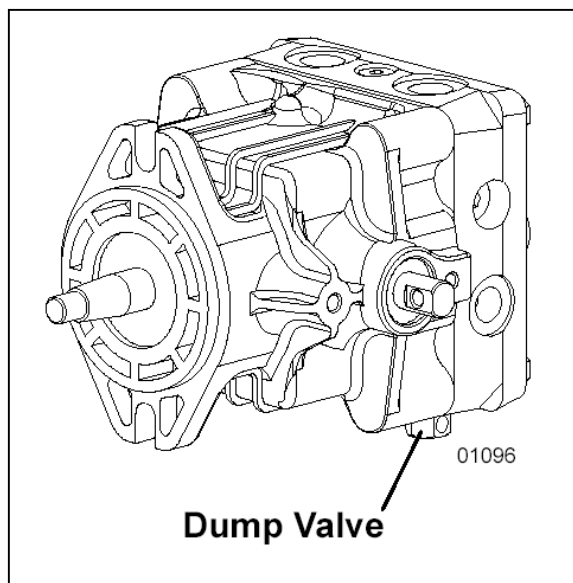

Fig. 4
Hydraulikpumperne er udstyret med en dumpventil (se fig. 4), der gør det muligt at deaktivere pumpen, så maskinen kan bugseres uden at motoren kører. Når dumpventilen står i normal driftsstilling, vil hydraulikolie i pumpen gøre det vanskeligt at flytte maskinen (også selv om styrehåndtagene står i neutralstilling). Dumpventilen er placeret foruden på hver hydraulikpumpe i højre forreste hjørne. Dumpventilen aktiveres ved at dreje den mod uret med en .625" nøgle. Drej den én (1) omgang. Når BEGGE hydraulikpumper er deaktiveret, kan maskinen køre "frihjul" og den kan bugseres væk. Inden pumperne kan fungere igen, skal dumpventilerne drejes tilbage til deres normale driftsstilling. Dumpventilerne må maksimalt spændes med 10 ft.lbs.